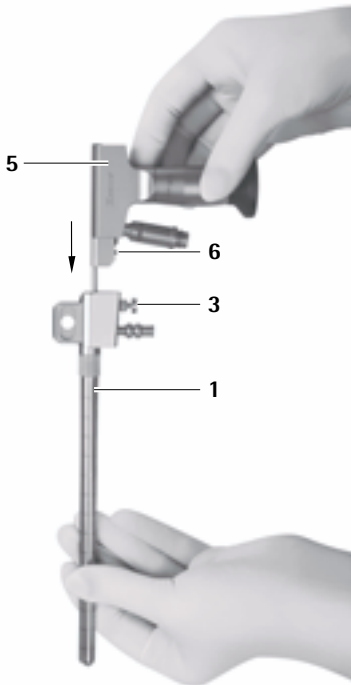

Fig. 2
- Bloccare l'endoscopio **5** nel trocar MINOP inVent **1**, vedere Fig. 2.